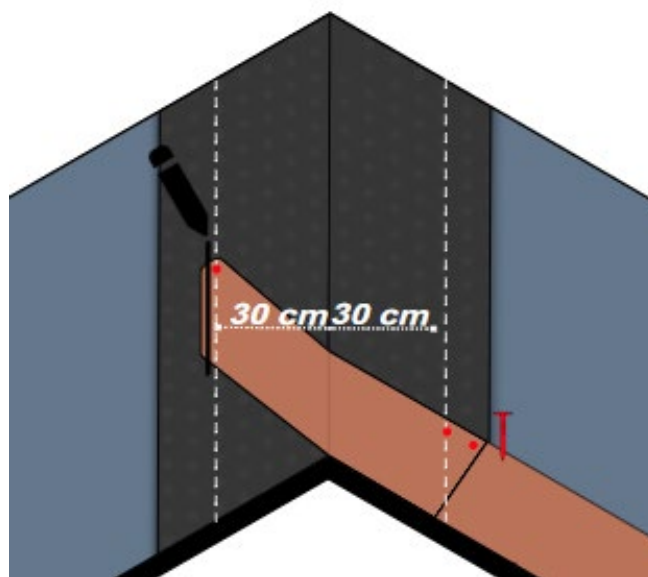

Fig. 12 - Posa tegole sul compluvio
- Per quanto riguarda i compluvi, predisporre preventivamente sulla mezzeria del compluvio una fascia di membrana bituminosa R-evolution N, per assicurare l'impermeabilizzazione dello stesso - Fig. 12. Posare la fila di partenza, facendola risalire di 30 cm oltre la linea di compluvio. Fissare la fila di partenza a chiodo, fino ed oltre 30 cm dalla linea di compluvio. Posizionare un cordolo di Bitustick per fissare la tegola oltre i 30 cm dalla linea di compluvio. Una volta posate le tegole sul compluvio, è buona norma tagliarle seguendo la parallela a 30 cm alla linea di compluvio - Fig. 12.